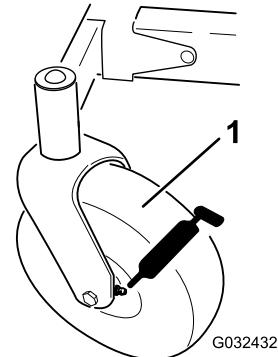

Figure 34
3. Nettoyez les graisseurs (Figure 34) avec un chiffon.
4. Raccordez une pompe à graisse à chaque graisseur (Figure 34).